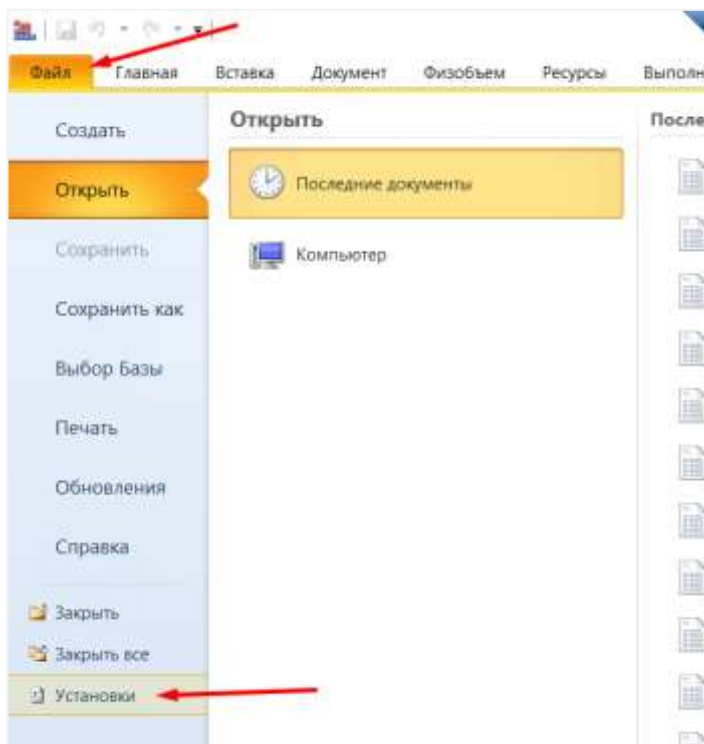
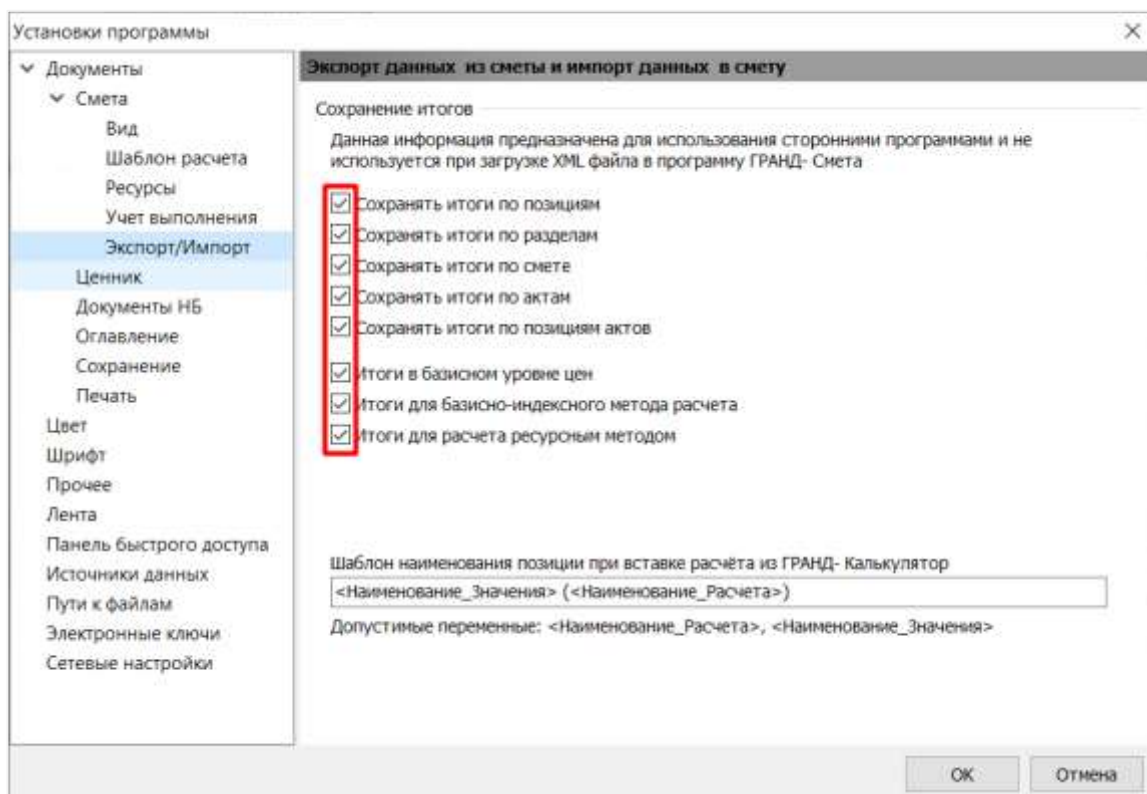

Рисунок 53. Сохранение сметы в формате *.xml
Рисунок 54. Сохранение сметы в формате *.xml
*.xml. Для корректного экспорта в файл *.xml из программы ГРАНД-Смета, должны быть установлены следующие настройки: – В параметрах установки ГРАНД-Сметы должны быть заполнены все чекбоксы параметров сохранения итогов при экспорте сметы. (см. Рисунок 53, Рисунок 54).